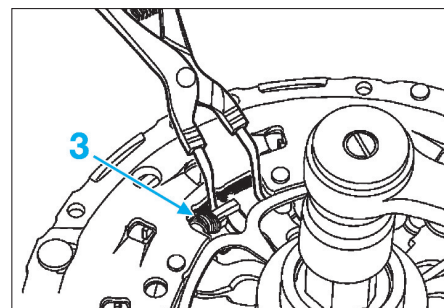

FIG. 5
- Comprimer le ressort (3) pour réamorcer le rattrapage automatique (Fig.5).